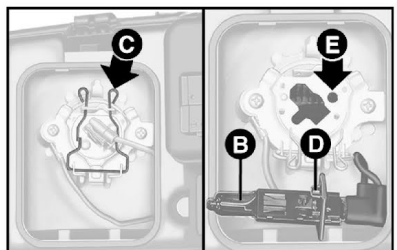

fig. 19
2) Desencaixar a mola **C-fig. 19** de fixação, retirar a lâmpada **B** e substituí-la.